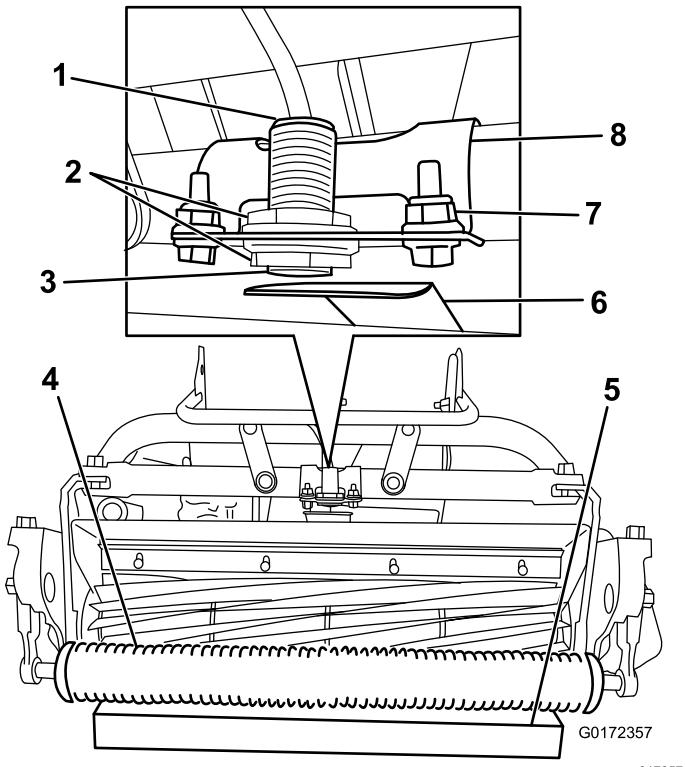

図 17
- センサーについているジャムナットをゆるめて、ジャムナットの先端からねじ山が1山だけ見えるように調整する図 17。
- カッティングユニットの前ローラの下に 3.8 cm の角材を置く図 17。
- センサーのブラケットをフレームに固定している締結具をゆるめる図 17。
- センサー上部にあるランプが点灯するように、センサーのブラケットをターゲットプレートに向ける図 17。すでにランプが点灯している場合には、ランプが消えるまでブラケットを回し、それから元に戻してもう一度点灯させる。